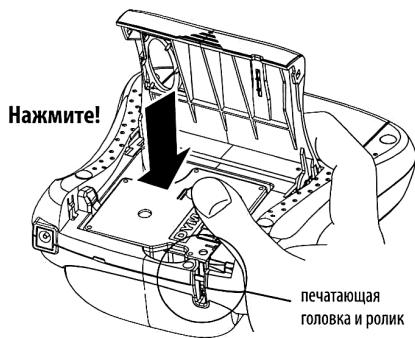

Рисунок 4
- Вставьте кассету с лентой между печатающей головкой и роликом. Смотрите рисунок 4.